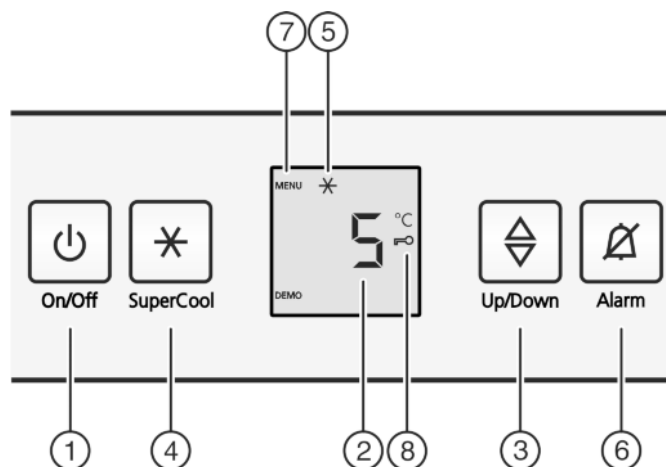

Fig. 2
- ▶ Nacisnąć przycisk On/Off *Fig. 2 (1)*.
- ▶ Nacisnąć i przytrzymać przycisk SuperCool *Fig. 2 (4)* przez ok. 5 sekund.
- ▷ Na wskaźniku pojawia się symbol menu *Fig. 2 (7)*.
- ▶ Krótko potwierdzić przyciskiem SuperCool *Fig. 2 (4)*.
- ▷ Na wskaźniku świeci symbol zabezpieczenia przed dziećmi *Fig. 2 (8)*.
- ▶ Krótko wcisnąć przycisk On/Off *Fig. 2 (1)*.
- ▶ Nacisnąć przycisk Alarm *Fig. 2 (6)*.
- ▶ Wywoływanie funkcji temperatury: Nacisnąć przycisk ustawiania *Fig. 2 (3)*.
- ▶ Zmiana temperatury krokami po 1 °C: Tyle razy nacisnąć przycisk ustawiania *Fig. 2 (3)*, aż na wskaźniku temperatury pojawi się żądana temperatura.
- ▶ krótko nacisnąć przycisk SuperCool Fig. 2 (4).
- ▷ Na wskaźniku świeci symbol SuperCool Fig. 2 (5).
- ▷ Na wskaźniku gaśnie symbol SuperCool Fig. 2 (5).